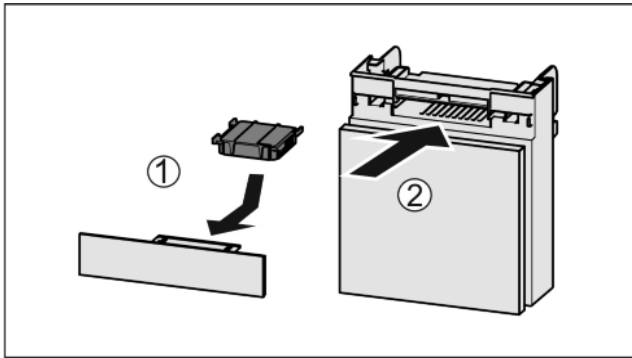

Fig. 34
- ▶ Introduceți Fig. 34 (1) filtrul de cărbune activ după cum se vede în figură.
- ▶ Împingeți Fig. 34 (2) compartimentul în interior.